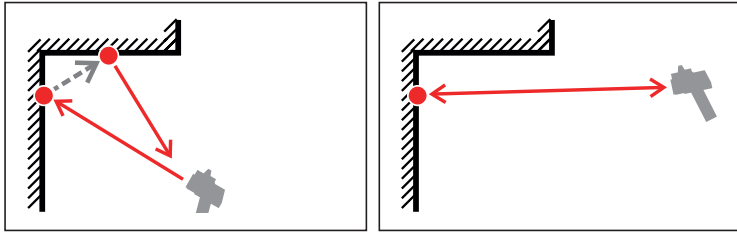

Abb. 15: Fehlerquelle beim Messen (3)
- Der Laserstrahl erzeugt mehrere Reflexionspunkte auf der Reflexionsfläche, z. B. bei innengewölbten Flächen oder in Ecken (Abb. 15).